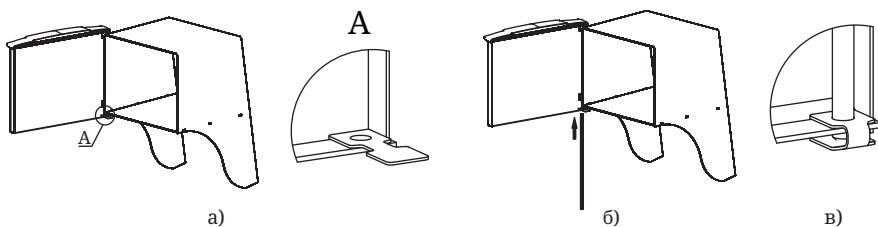

Рисунок 4. Установка дверцы при монтаже печи
2. Установите дверцу на втулки топливного канала, совместив отверстия (рисунок 4.а);
3. Совместите отверстие упора с нижним отверстием каркаса, при этом упор должен располагаться внутри каркаса (рисунок 4.а);
3. Вставьте ось через отверстия снизу вверх (рисунок 4.б),
4. Подогните упор, фиксируя конец оси между площадками упора (рисунок 4.в).